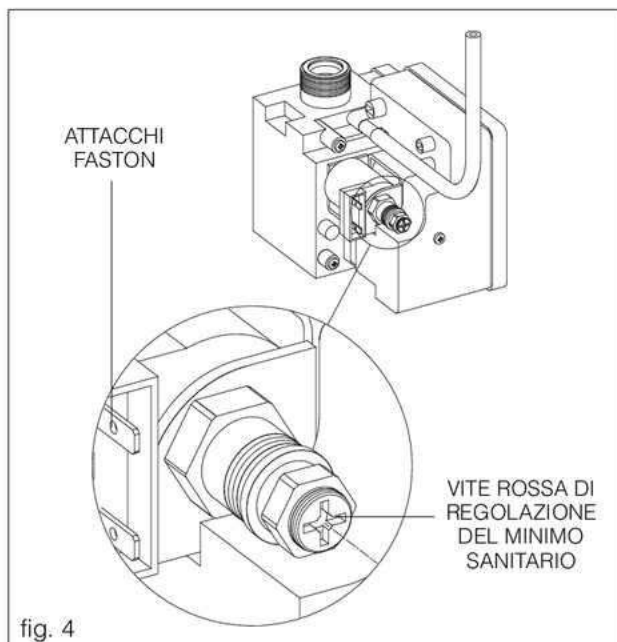

fig. 4
- Con un cacciavite a croce, **facendo attenzione a non premere l'alberino interno**, agire sulla **vite rossa** di regolazione del minimo sanitario (fig. 4) e tarare fino a leggere sul manometro il valore indicato nella tabella